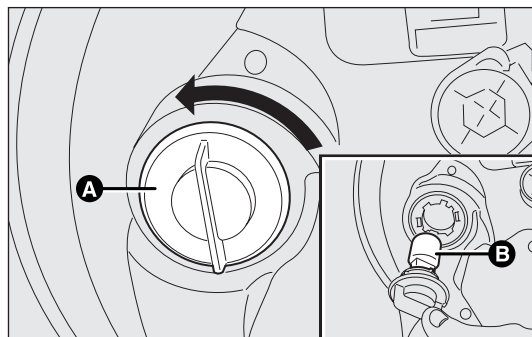

fig. 138
- ☐ ruotare in senso antiorario il portalamпада A-fig. 138 utilizzando l'aletta dedicata ed estrarlo;